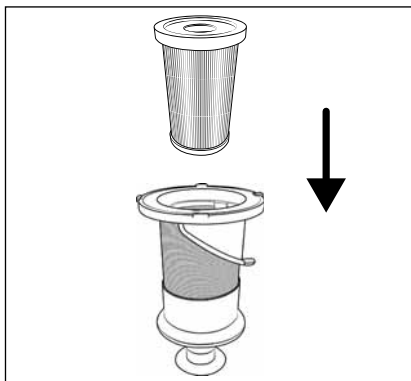

Bild 24
- 7) Sätt EPA-filtret **5** i det rostfria stålfiltret **6** (se bild 24).